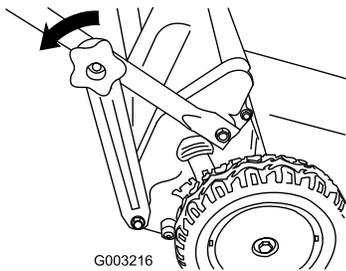

Bild 13
1. Nehmen Sie die Handräder des unteren Griffs ab, mit denen die Griffhalterungen an den unteren Griffenden befestigt sind (Bild 13).